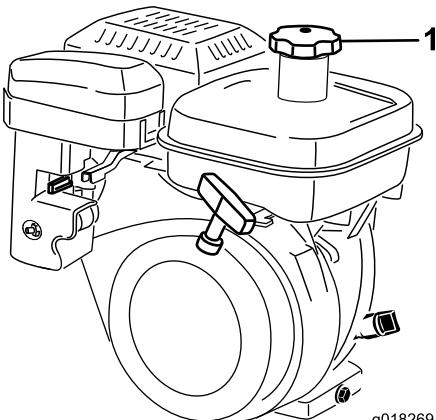

Figura 25
1. Limpie la zona alrededor del tapón del depósito de combustible y retire el tapón del depósito (Figura 25). Llene el depósito de combustible sin sobrepasar el borde inferior del filtro. No llene demasiado.